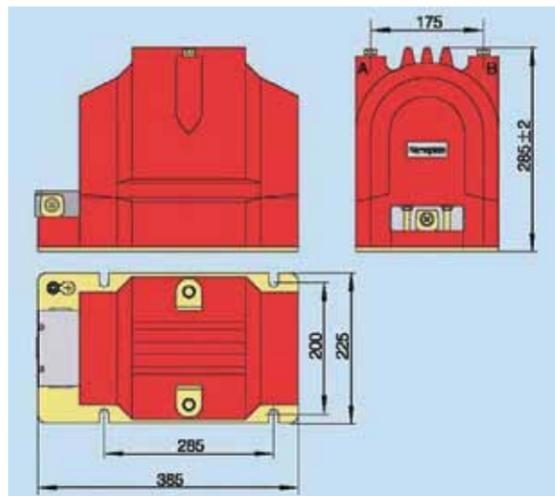

Рис. 6.1 Внешний вид и размеры трансформатора напряжения JDZW-10
**6. Внешний вид и размеры (см. рис. 6.1)**